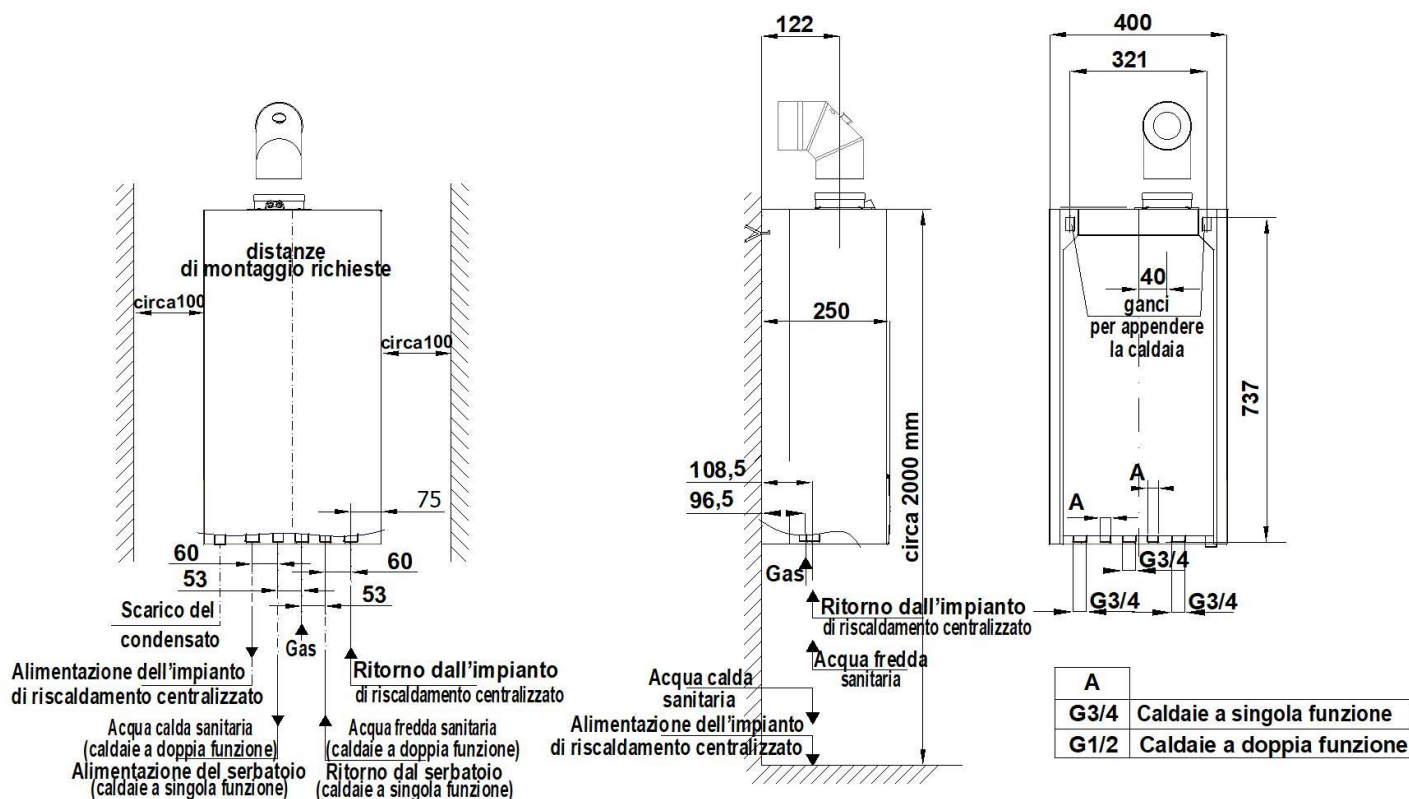

Fig. 3.3.1 Dimensione d'installazione della caldaia ECOCONDENS SLIM 20/25
- Avvitare i raccordi d'alimentazione e di ritorno del riscaldamento centralizzato della caldaia a mezzo di connettori d'installazione. Il posizionamento dei raccordi è presentato sulla fig. 3.3.1.
- Si consiglia di far entrare l'acqua dalla valvola di sicurezza a 0,3 MPa (3 bar) (pos.25) alla canalina di scarico a mezzo di tubo o di tubo flessibile, in quanto il funzionamento della valvola può causare l'allagamento del locale, per il quale il fabbricante non è responsabile.